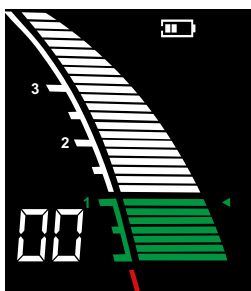

Figura 2
2. Quando a lima atinge a posição próxima ao forame apical, a tela exibe as faixas indicadas em verde (**Figura 2**).